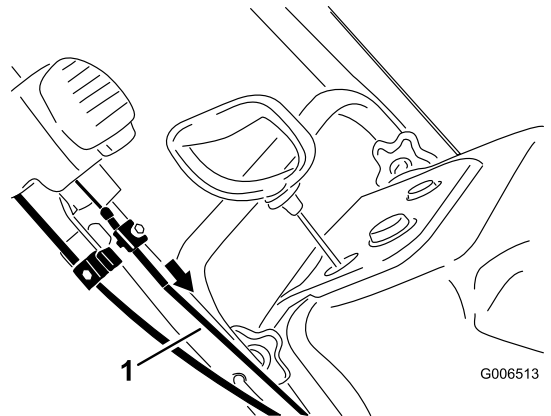

Bild 42
5. Ziehen Sie den Mantel des oberen Bowdenzugs nach vorne, bis der Bowdenzug straff ist. Ziehen Sie die Schraube an der oberen Kabelklemme fest (Bild 42).